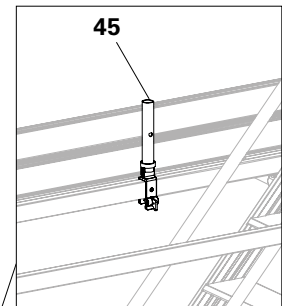

Abb. A5.02a
1. UH-Zapfen-2 (**45**) so auf Horizontalriegel (**8**) aufstecken, dass Keil von außen geschlagen werden kann. (Abb. A5.02a)